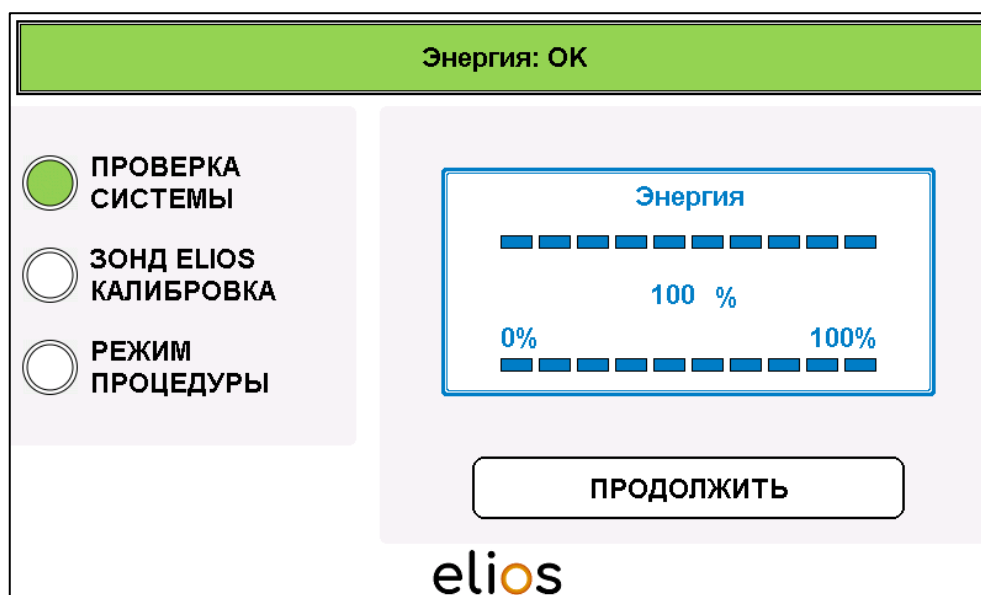

Рис. 4-3: Внутренний контроль уровня энергии
- Как только ножной переключатель отпущен, можно нажать кнопку **«ПРОДОЛЖИТЬ»**, чтобы перейти к КАЛИБРОВКЕ ЗОНДА ELIOS (Рис. 4-3).